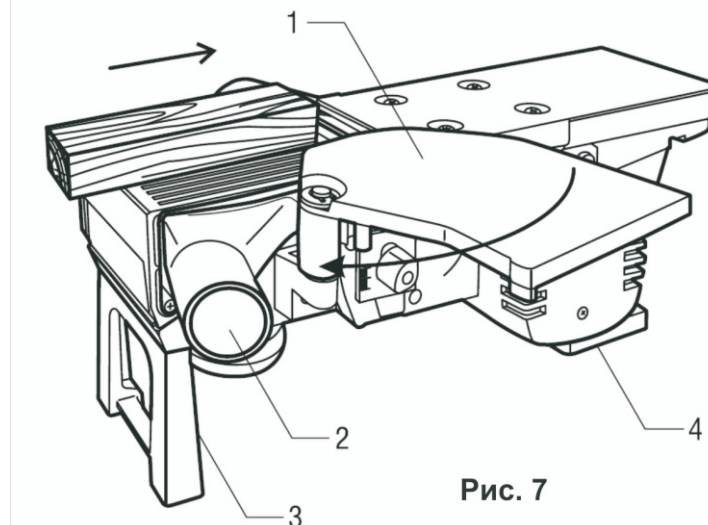

Рис. 7
- Для установки рубанка в стационарное положение на рабочем верстаке, к корпусу рубанка необходимо прикрутить опорную ножку (3) и патрубков отвода стружки (2)(См. Рис.7).